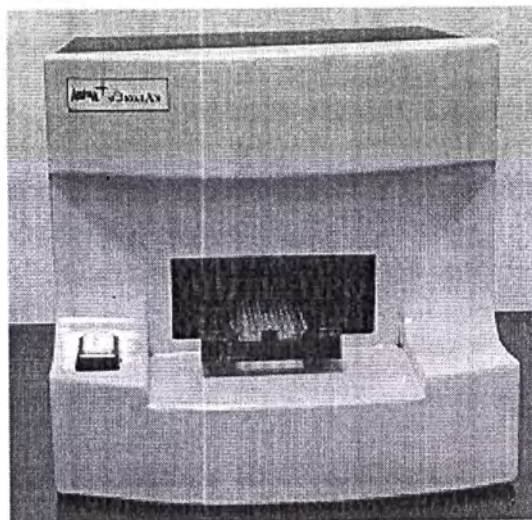

Рис.24. Установка планшета на считывающий блок
2.3.3.1. Аккуратно поместите планшет с исследуемыми образцами в обойму для планшета (рис. 24).